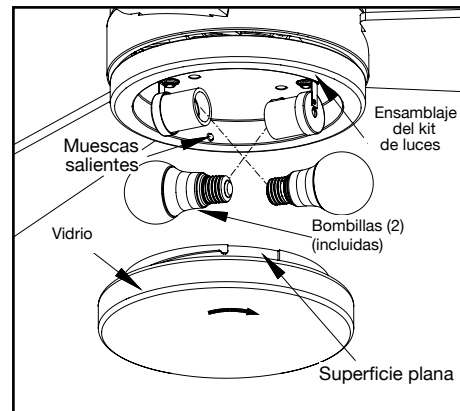

Figura 12
4. Con la electricidad apagada, instala las dos bombillas LED enroscándolas en los portabombillas. (Figura 12)
5. Coloca la pantalla de vidrio en el conjunto del kit de luces, alineando las tres áreas planas en el reborde superior de la pantalla con las tres muescas salientes del conjunto. Gira la pantalla de vidrio de izquierda a derecha hasta que se detenga. (Figura 12)